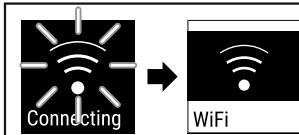

Fig. 86
- З'єднання створюється (див. Fig. 86).